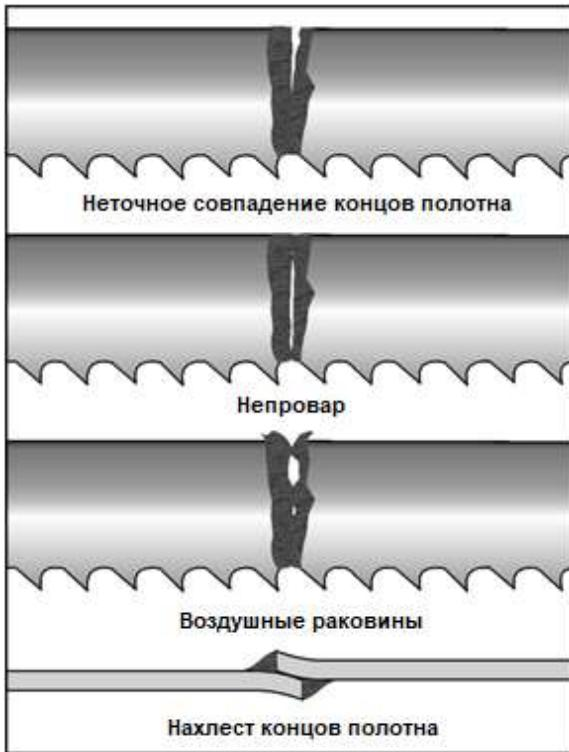

Рис. 14.
- Извлеките полотно из зажимов и тщательно осмотрите его. Расстояние между зубьями по обеим сторонам шва должно равняться шагу, а сам шов должен располагаться по центру впадины. На данном этапе по виду сварного шва легко определить неточное совмещение концов полотна. На Рис. 14 приведены примеры дефектных сварных швов.